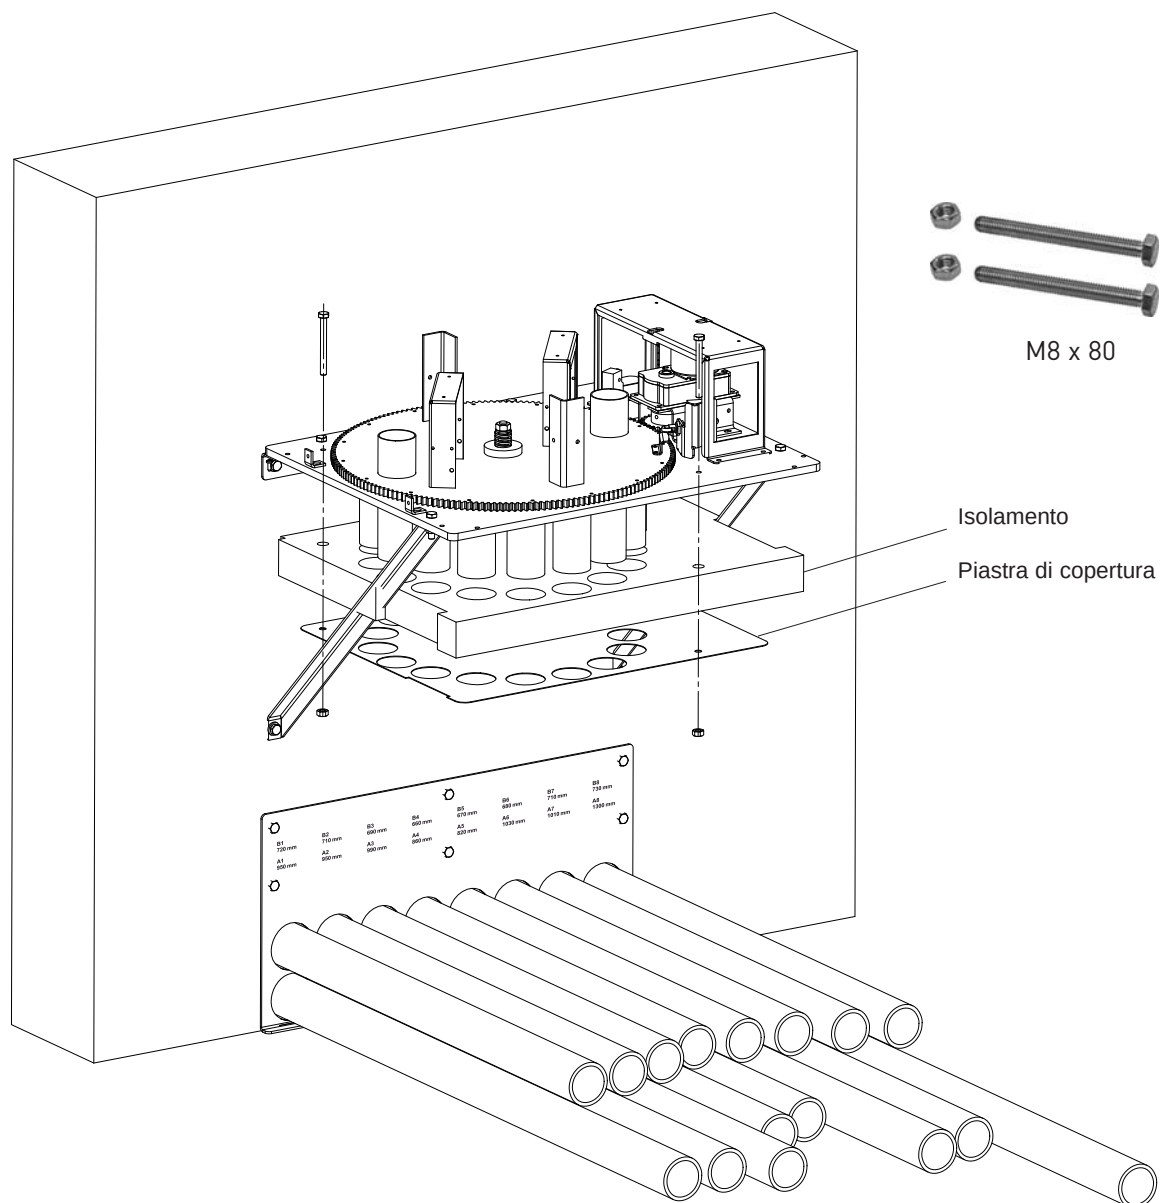

Fig. 16 Fissare l'isolamento e la piastra di copertura
- 2.) Fissare entrambe le parti con 2 viti esagonali M8x80, rondelle a U e dadi – Fig. 16.